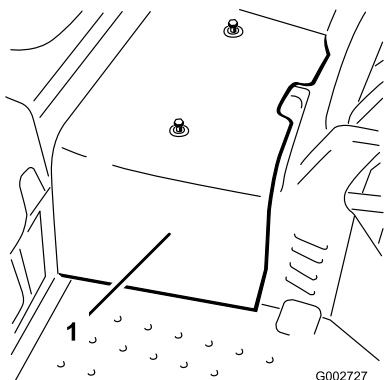

Рисунок 42
2. Ослабьте 2 винта, которые крепят центральный кожух к машине, и снимите кожух (Рисунок 42).